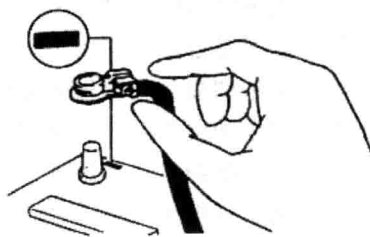

图 1-8 蓄电池导线与蓄电池负极接线柱不接触
- (1) 如图 1-8 所示, 要确保蓄电池导线与蓄电池负极接线柱不接触。
- (2) 当拆开接头时绝不要直接拉线束。
- (3) 连接接头时, 要确保能听到咔嚓声。
- (4) 装卸传感器和继电器时要小心, 不能使其摔掉或与其他零件碰撞。